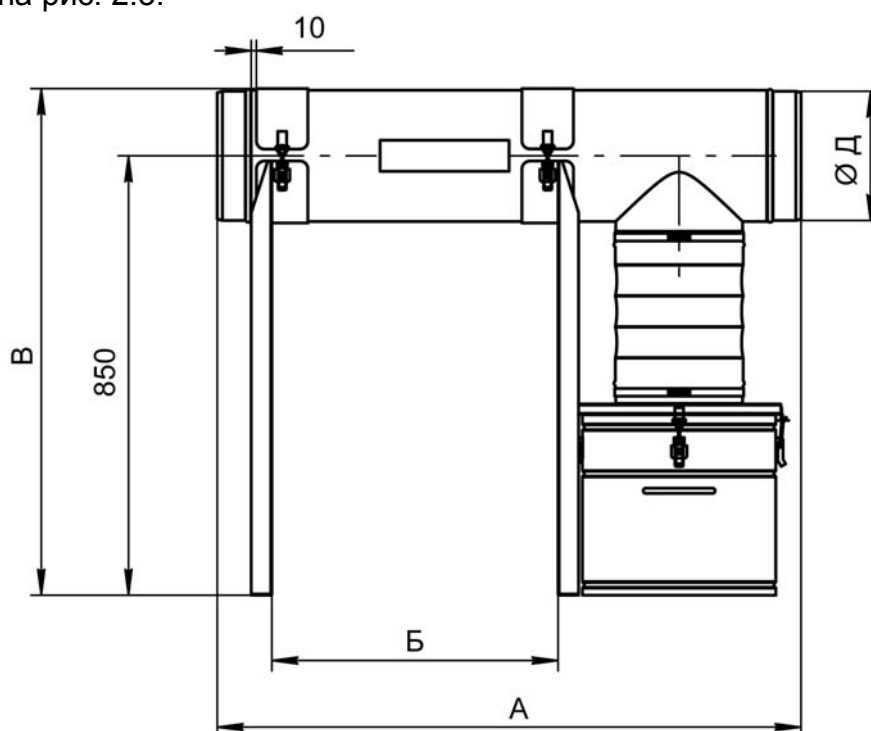

Рисунок 2.2
2.4. Габаритные и присоединительные размеры циклонов ЦП-1000/2500/4000 на опорах приведены на рис. 2.2. и в таблице 2.2.